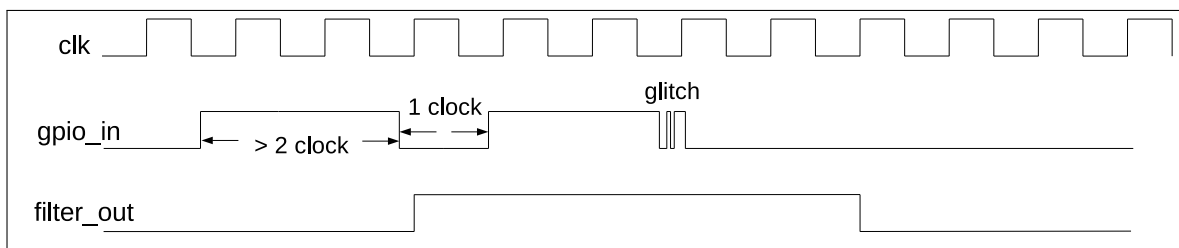

图 6-4. GPIO 输入信号滤波时序图
- 可选：置位 `IO_MUX_FILTER_EN` 使能 GPIO 管脚的输入信号滤波功能，如图 6-4 所示。只有当输入信号的有效宽度大于两个 APB 时钟周期时，输入信号才会被采样。否则，输入信号将会被滤掉。